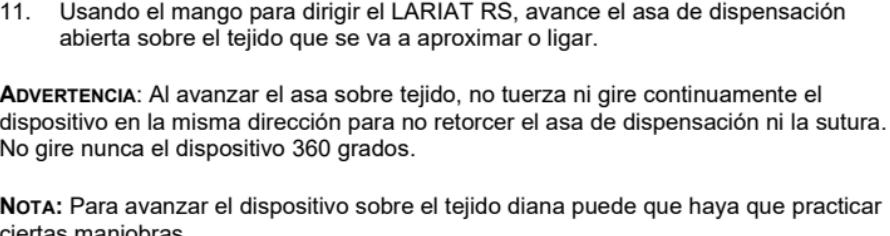

Figura 3. Apertura del asa de dispensación
9. Si usa la cánula SoftTIP o un trocar, avance el introductor de la lazada desde el mango hacia la punta hasta que cubra el asa de dispensación cerrada. Introduzca el LARIAT RS en la cánula SoftTIP o el trocar. Tire del introductor de la lazada hacia atrás hasta que se acople con la protección contra tirones del mango como se ilustra en la figura 3.
10. Para abrir el asa de dispensación, avance el botón deslizante del asa hasta que llegue al tope y el asa de dispensación esté totalmente abierta (indicado por el símbolo "O" (óvalo)) como se ilustra en la figura 3.